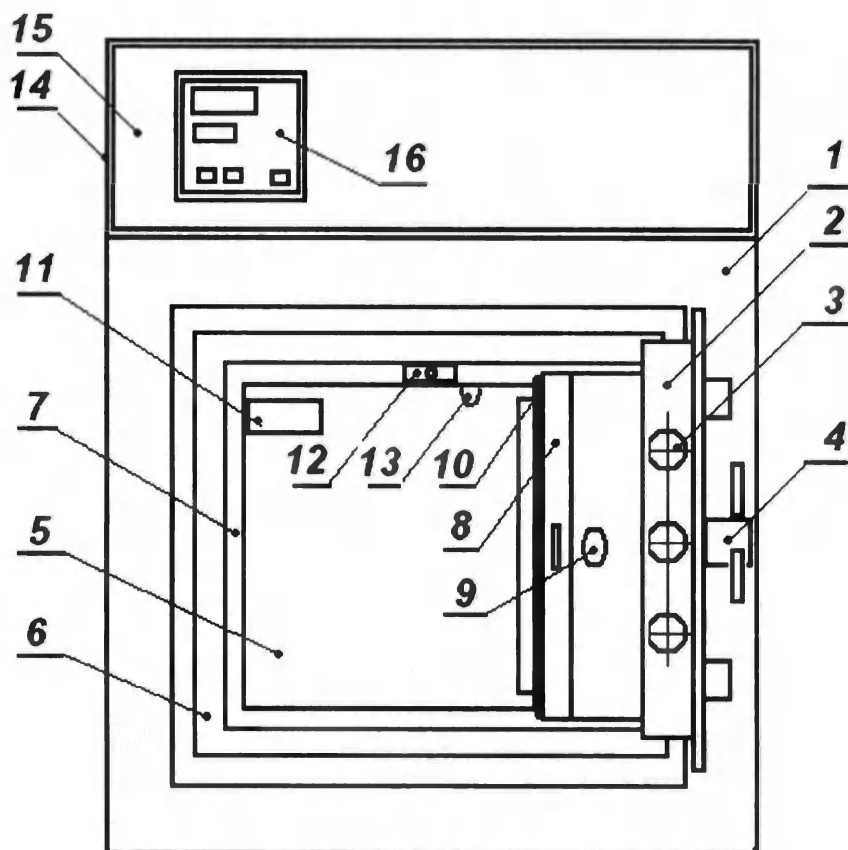

Рис.1. Общий вид изделия
4.1 Изделие (рис.1), изготовленное на базе сейфа (1) с устойчивостью к взлому III или IV класса, соответствует требованиям ГОСТ Р 50444, ГОСТ 12.2.091, ГОСТ Р 51522.1, ГОСТ Р 50862, техническим условиям ТУ 9452-004-72063897-2013 и комплекту конструкторской документации согласно спецификации 15500 снабжено дверью (2) с ригельным замком (3) и приводной ручкой (4).